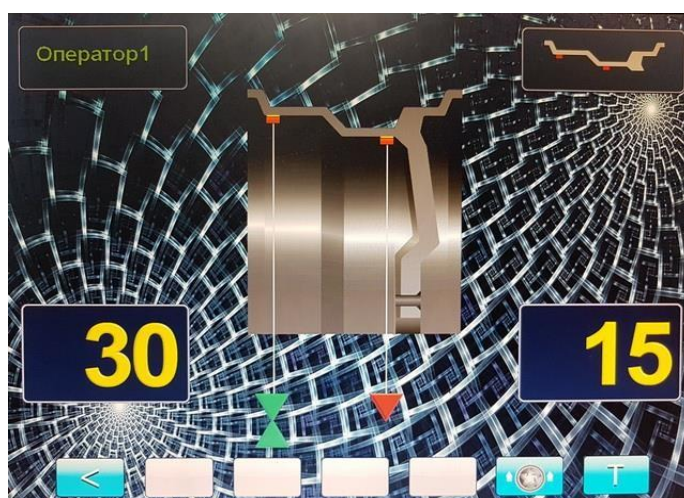

Рис. 14.2.
14.3. Выдвигайте штангу, следя за перемещением нижнего красного треугольника. В момент, когда штанга будет выдвинута на величину дистанции равную дистанции при задании положения груза в режиме «AUTOPROGRAMM» (см. п. 12.2 - 12.4) нижний треугольник совместится с треугольником, отмечающим положение груза, при этом изображения обоих треугольников станут зелёными (рис.14.2 и 14.3) и прозвучит звуковой сигнал.